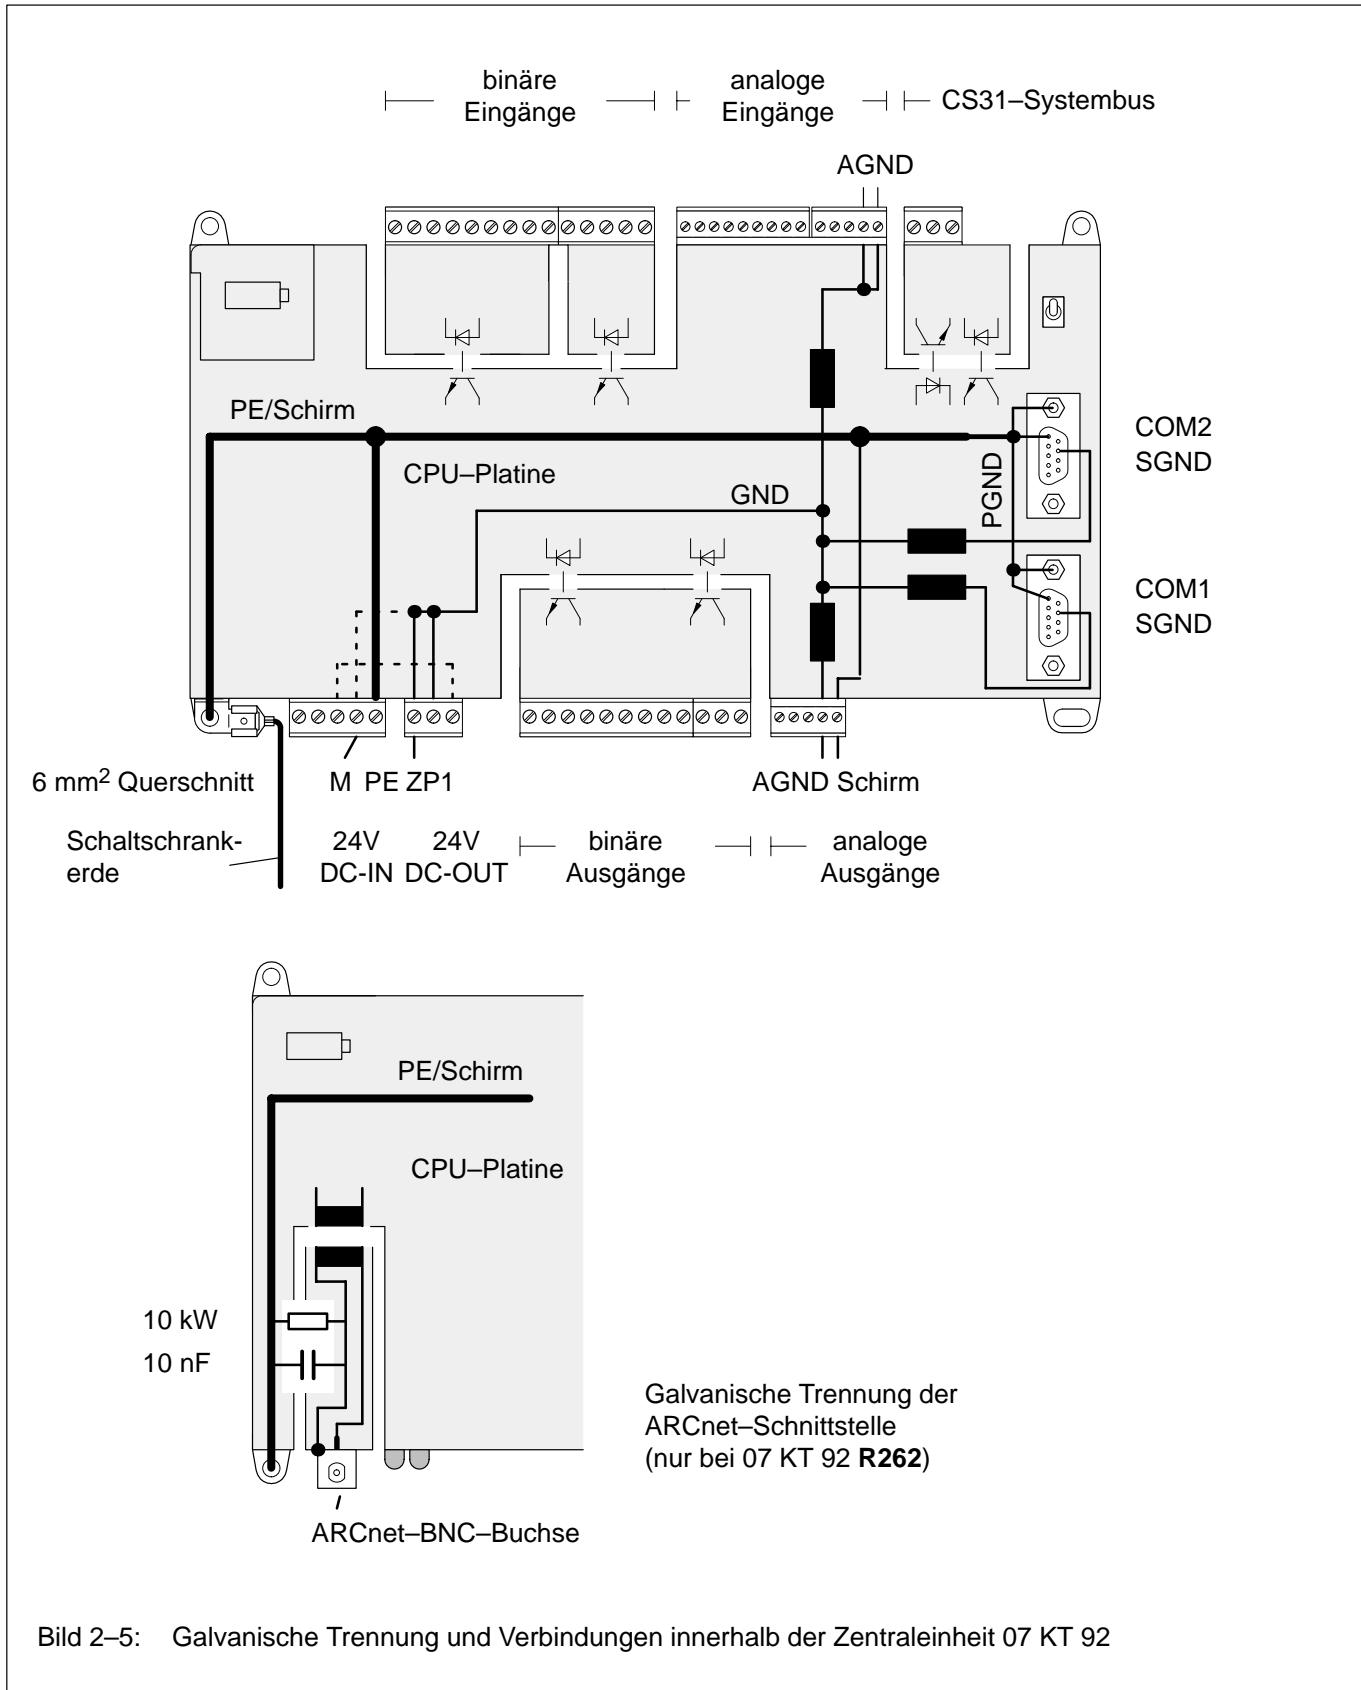

Bild 2-5: Galvanische Trennung und Verbindungen innerhalb der Zentraleinheit 07 KT 92
- Die beiden Gruppen E 62,00...E 62,07 und E 62,08...E 62,11 sind galvanisch voneinander getrennt (siehe Bild 2-5).